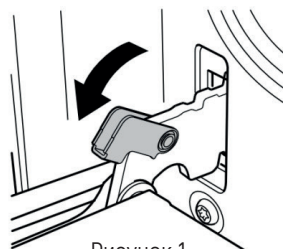

Рисунок 1
1. Откройте дверь на максимальный угол и переместите на себя фиксатор на петле двери (см. рисунок 1). Имеется два фиксатора – по одному с каждой стороны двери духового шкафа.